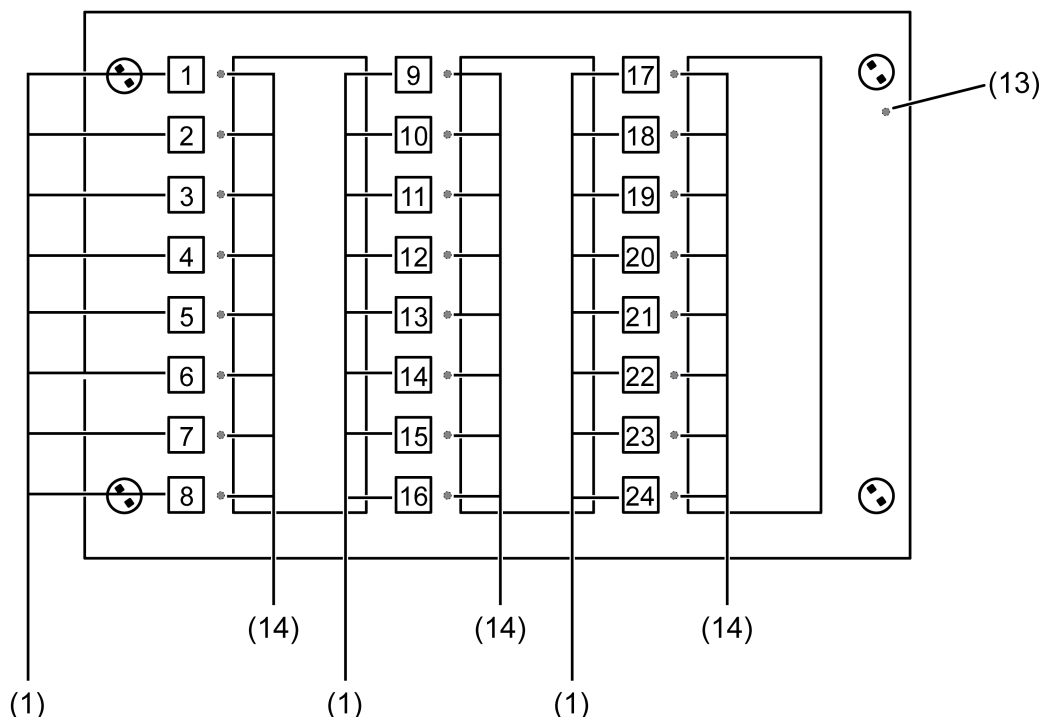

Bild 6: Anordnung der Bedienflächen und der LED
Das Frontend des Gerätes besteht aus 24, funktional voneinander getrennten Bedienflächen (1), 24 Drei-Farben-LED (14) sowie einer Programmier-LED (13). Die kapazitiven Bedienflächen befinden sich hinter der aufgeschraubten Design-Glasplatte und ermöglichen die Bedienung der Tastsensor-Funktionen des Gerätes (Bild 6).